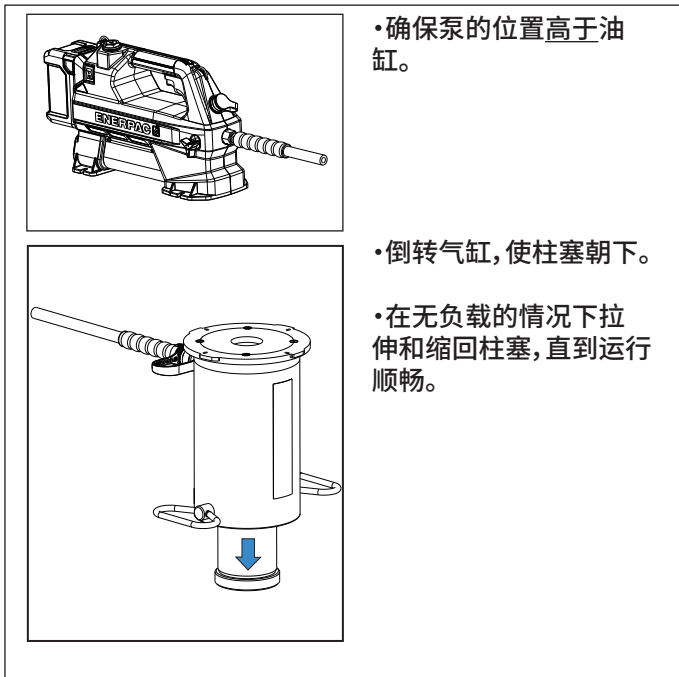

图 5：排气
2. 启动泵，运行油缸完成几次完整的进程和回程循环。请在气缸柱塞朝下且泵位置高于油缸或工具的情况下进行上述操作。请见 图 5。